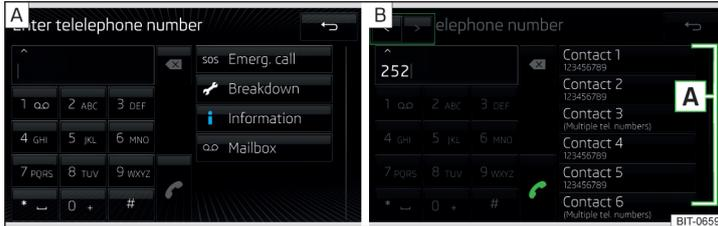
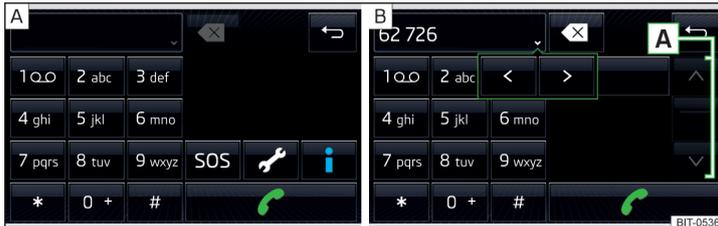

Abb. 182 Infotainment Columbus, Amundsden, Bolero: numerische Tastatur / Bearbeitung der Telefonnummer
Abb. 183 Infotainment Swing: numerische Tastatur / Bearbeitung der Telefonnummer
- Die Telefonnummer mithilfe der numerischen Tastatur eingeben » Abb. 182 bzw. » Abb. 183 - [A].
- Anzeige der Funktionsflächen / für die Bewegung des Cursors in der Eingabezeile » Abb. 182 bzw. » Abb. 183
Werden z. B. die Ziffern 32 eingegeben, dann werden neben der numerischen Tastatur im Bereich [A] » Abb. 182 bzw. » Abb. 183 Kontakte mit der Buchstabenreihenfolge DA, FA, EB u. Ä. angezeigt.